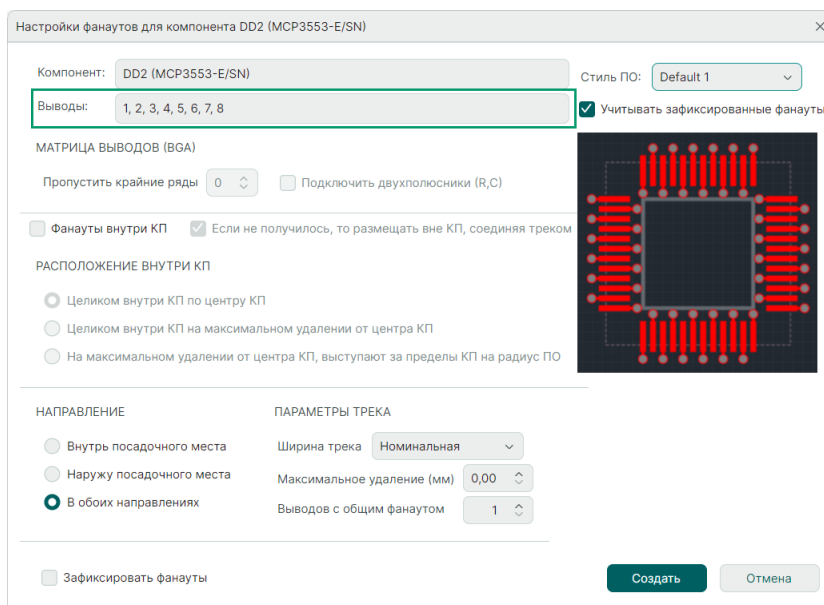

Рис. 304 Выбор выводов компонента для построения фанатов
- Выбор номеров выводов компонента, для которых необходимо построить фанаты, см. Рис. 304.